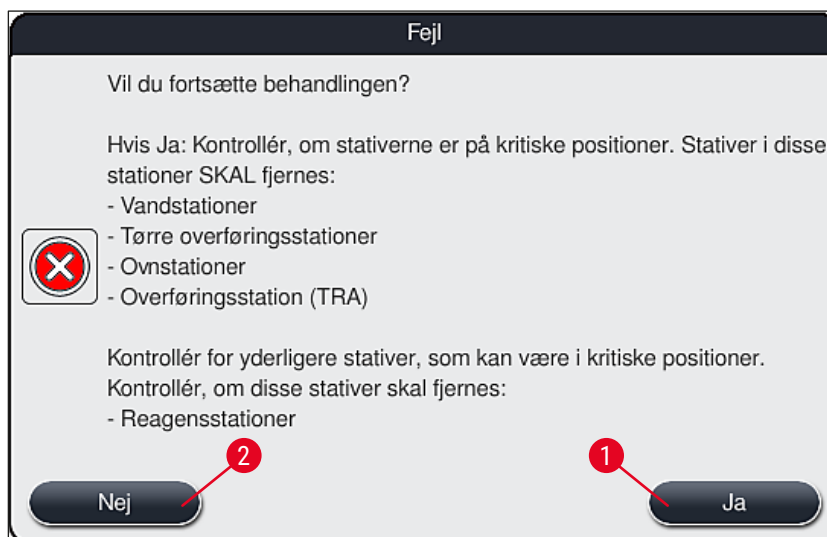

Fig. 112
4. Derefter kan brugeren vælge, om farvningsprocessen skal genoptages (→ S. 141 – 8.2.2 Genoptagelse af farvningsprocessen efter et strømsvigt) eller annulleres (→ S. 142 – 8.2.3 Annullering af alle farvningsprocesser efter et strømsvigt) (→ "Fig. 112").
2. Fjern de kritiske stativer fra instrumentet i overensstemmelse med den forrige informationsmeddelelse (→ "Fig. 112"), og bekræft, at de fjernes, ved at trykke på den pågældende station (→ "Fig. 113-1") på skærbilledet.
Annulleringen af farvningsprocessen og returnering til den foregående valgmenu (→ "Fig. 112") kan fortrydes ved at trykke på knappen **Annuller** (→ "Fig. 114-2").